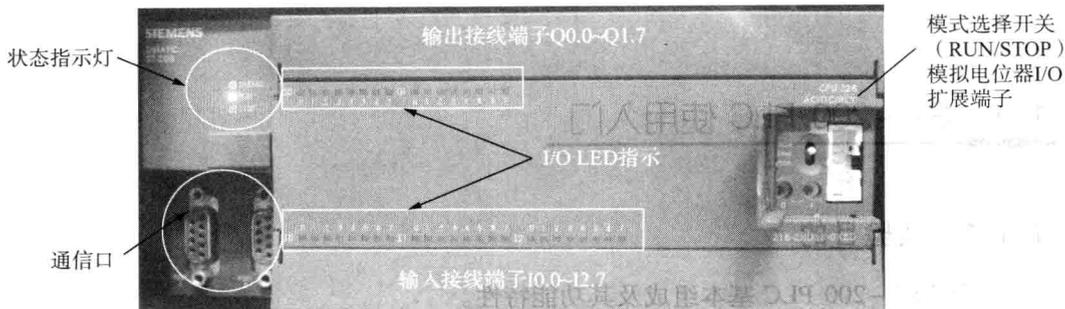

图 1.2 S7-200 CPU226 外形图
(1) S7-200 CPU226 单元的外形。如图 1.2 所示，S7-200 CPU226 模式选择开关有 RUN、TERM 和 STOP 三个位置，用于选择 PLC 的工作状态，其状态由 LED 状态指示灯显